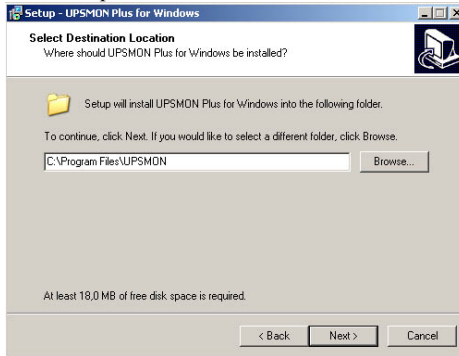

Рис. 5.4
3. Выберите диск и папку для установки вашей программы. Прочтите и выполните инструкции, содержащиеся в этом окне, и кликните «**Next**» (см. рис. 5.4).